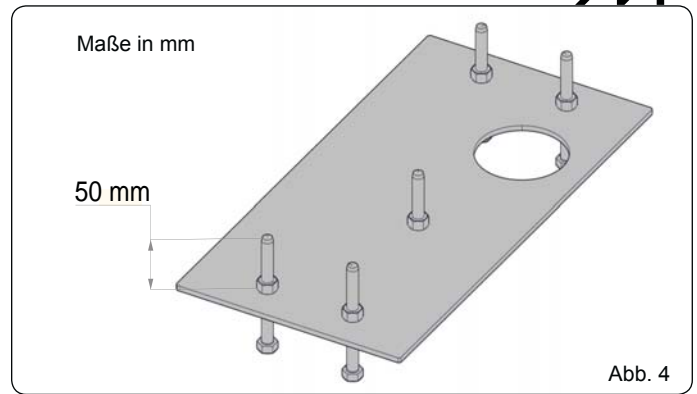

Abb. 4
1. Die Fundamentplatte gemäß Abb. 4 montieren.